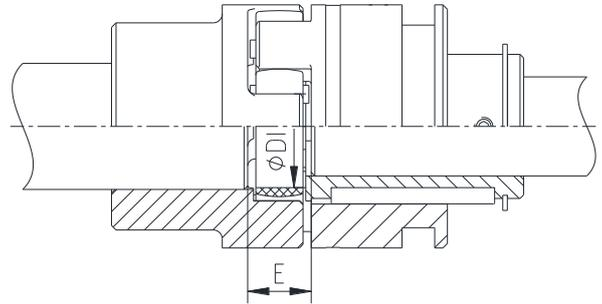

Bild 8: Kupplungseinbau
- Verschieben Sie die Aggregate in axiale Richtung, bis das E-Maß erreicht ist (siehe Bild 8).